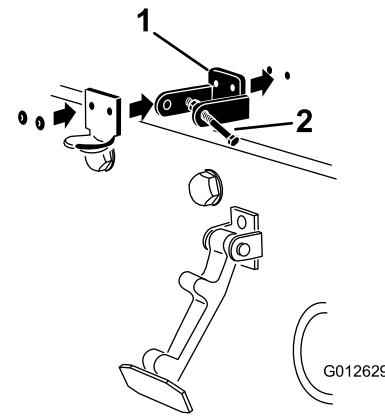

Figura 16
**Nota:** El cierre de seguridad debe estar en contacto directo con el capó (Figura 16). No retire el conjunto de perno y tuerca del brazo del cierre de seguridad.
- Remache el seguro de cierre, el cerradero y las arandelas al capó (Figura 16).